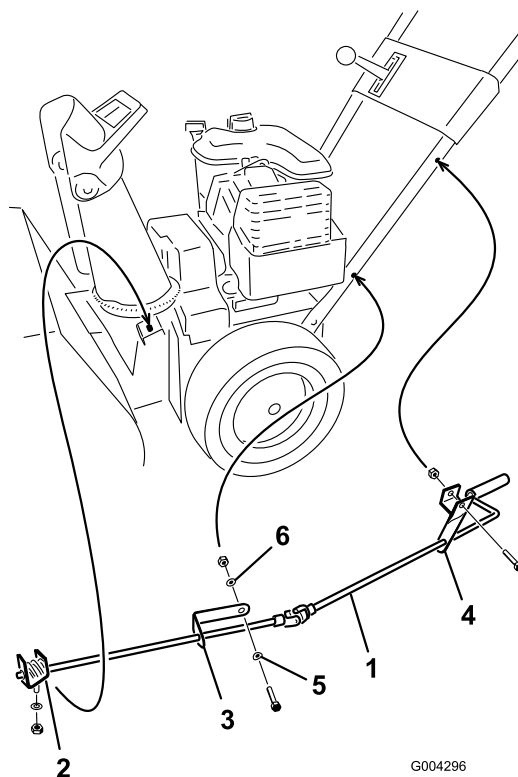

Figura 10
1. Fissate la staffa di comando superiore del camino di scarico (attaccata all'asta di comando del camino) al lato superiore sinistro dell'impugnatura, usando un bullone e un controdado (Figura 10).
2. Fissate la staffa di comando inferiore del camino di scarico (attaccata all'asta di comando del camino) al lato inferiore sinistro dell'impugnatura, usando un bullone, una rondella curva, una rondella piana e un controdado (Figura 10).
6. Serrate il dado di bloccaggio che fissa le due staffe di comando del camino di scarico (Figura 10).